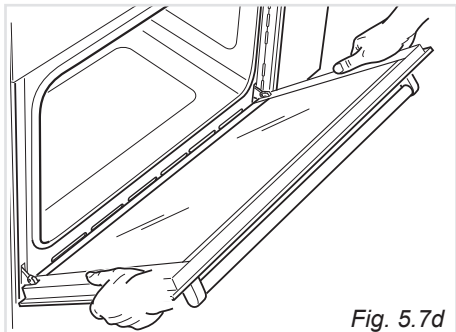

Fig. 5.7d
- Impugnare la porta come illustrato in fig. 5.7d.